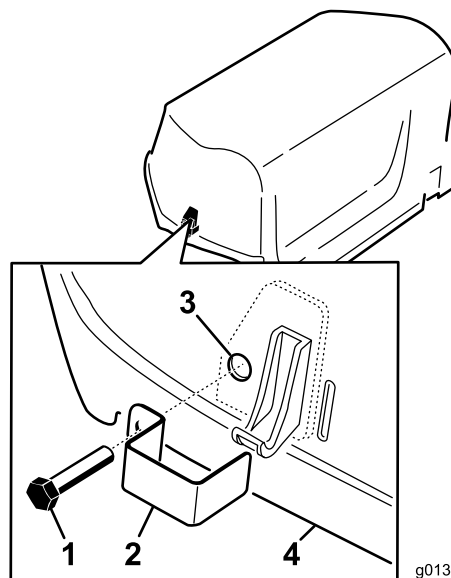

図7
1. フードの左右についているラッチのそれぞれに、ラッチロックをタップボルトで固定する左右合計2個図7。
2. プライヤかモンキーレンチを使って、内部ロックワッシャを各ボルトに入れて1山か2山ボルトを固定する図7。